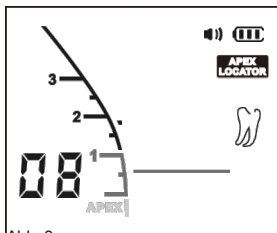

Abb. 8
- 3) Wechseln Sie durch wiederholtes Drücken der MODE-Taste in den Apex-Lokalisierungsmodus; visuelle Informationen werden erscheinen, was anzeigt, dass der Apex-Lokalisator betriebsbereit ist. (Abb. 8)